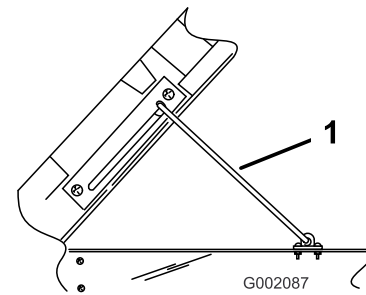

Bild 15
2. Ziehen Sie die Stützstange in die Auskerbung, um die Staubox zu befestigen (Bild 15).